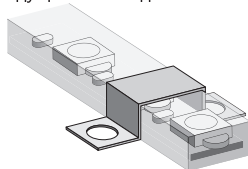

Рис. 5. Монтаж светодиодной ленты.
- **Монтаж светодиодной ленты.** Монтаж светодиодной ленты NLS-3528-IP67-220V на несущую поверхность необходимо производить при помощи монтажных скоб NLSC-sup-3528-220 для крепления СД ленты 3528-IP67-220 как показано на Рис. 5.